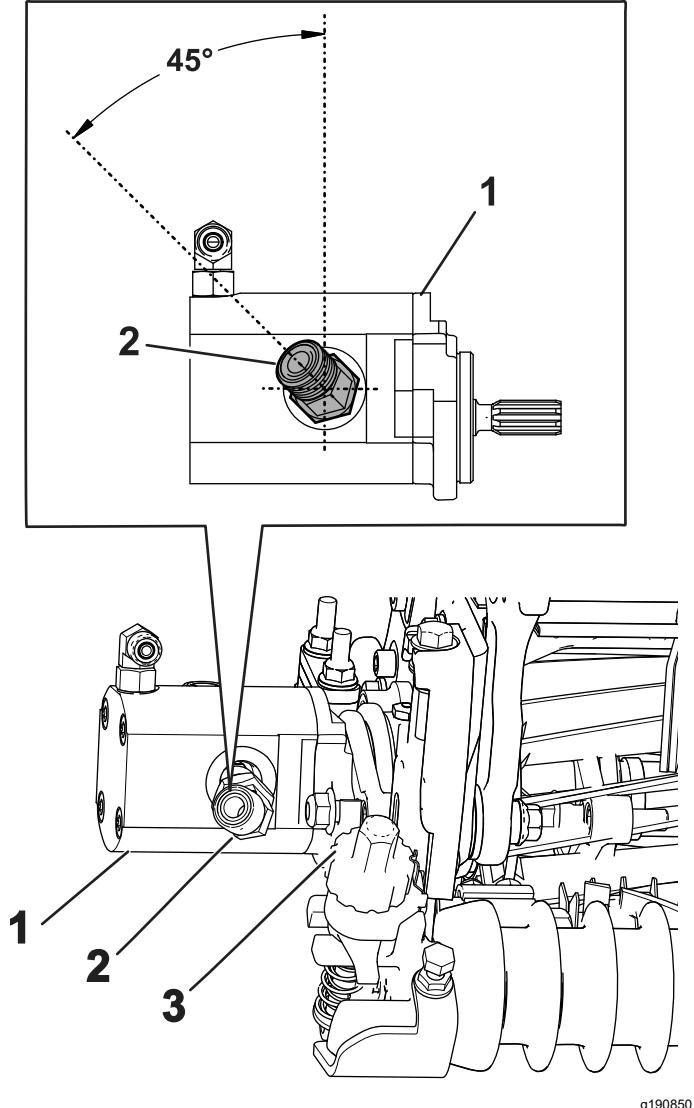

Figura 21
4. Instale a nova união a 45°, posicionando a união com o ângulo da união como se mostra na Figura 21. Aperte a união com uma força de 47 a 58 N·m.